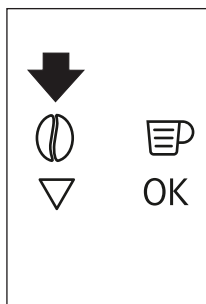

Fig. 15
- ▶ O aparelho está predefinido para preparar café com um sabor normal. Também pode selecionar o café com um sabor extra-suave, suave, normal, forte ou extra-forte. Há também uma opção de café pré-moído. Para selecionar o sabor pretendido, prima várias vezes o ícone ☉ (B4) (Fig. 15). O sabor pretendido do café é exibido.